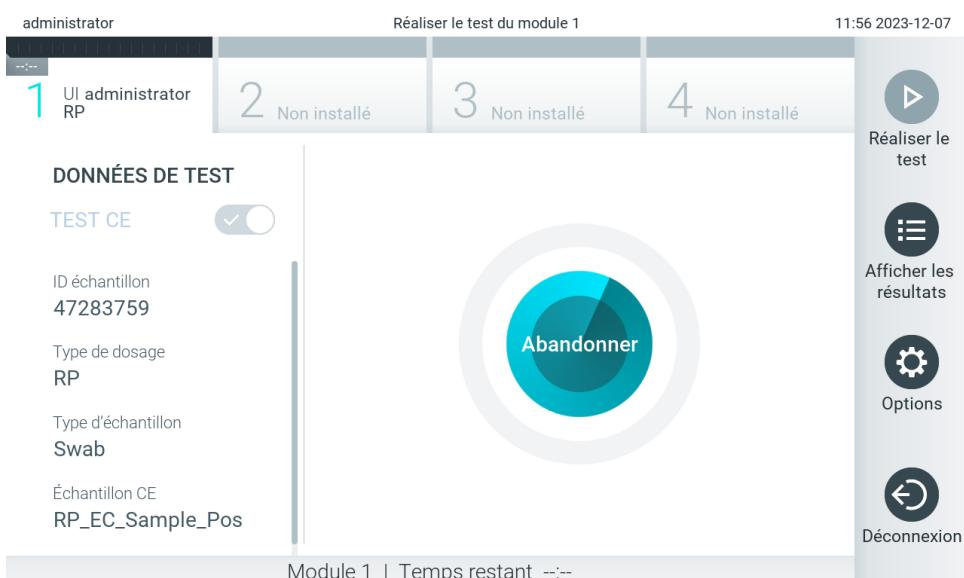

Figure 98. Exécution du test et temps d'analyse restant.
10. Lorsqu'il détecte la cartouche de dosage QIAstat-Dx, le QIAstat-Dx Analyzer 2.0 ferme automatiquement le couvercle du port d'insertion de la cartouche et lance le test. Aucune autre action de l'opérateur n'est requise. Pendant le test, le temps d'analyse restant s'affiche sur l'écran tactile (figure 98).